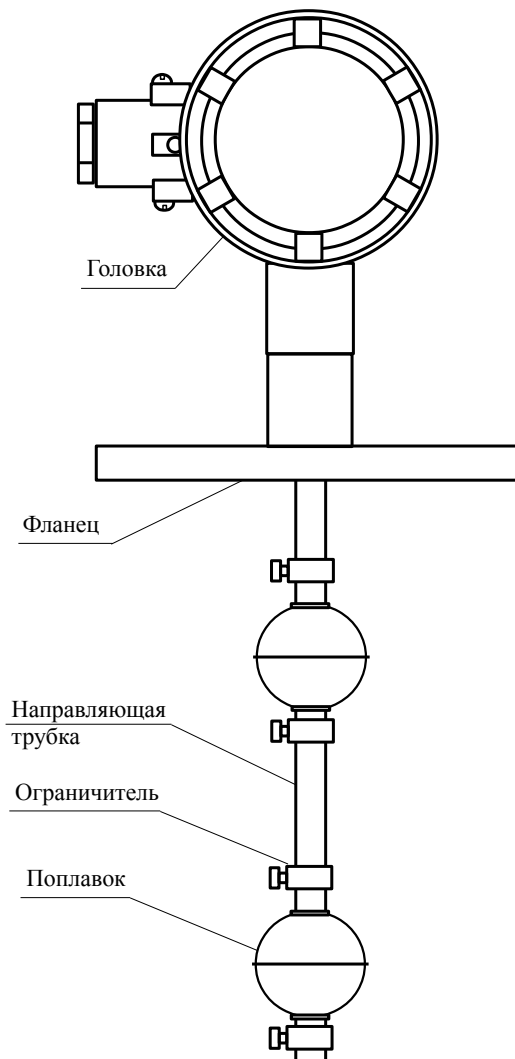

Рисунок 1 - Конструкция сигнализатора
4.1 Сигнализатор состоит из направляющей трубки с герконами, магнитных поплавков с ограничительными кольцами, крепёжного элемента (фланец или бобышка) и клеммной головки с сальниковым кабельным вводом (Рисунок 1).